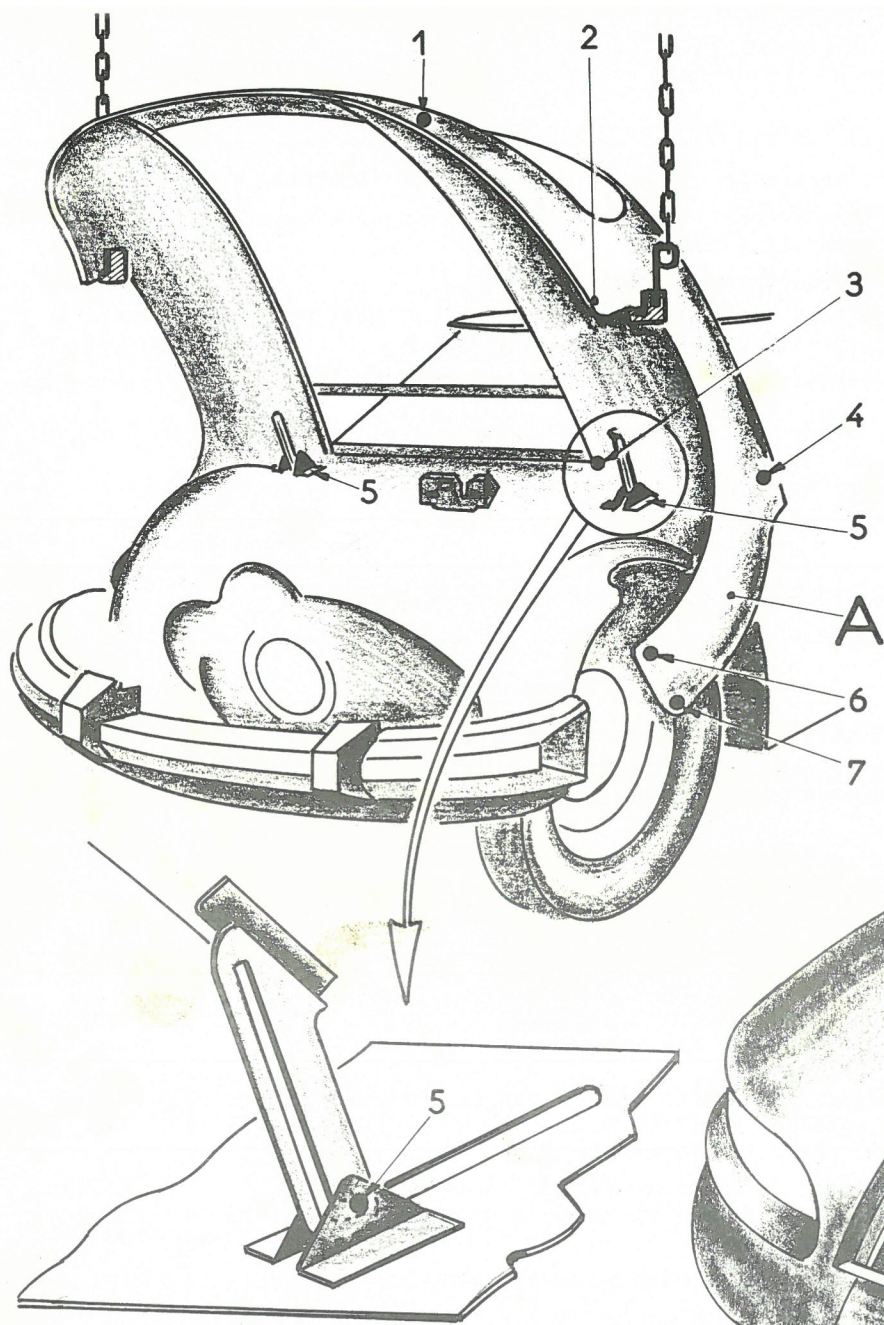

Fig. 5
- OUVERTURE et FERMETURE de L'ENSEMBLE de PROUE - (Fig. 5).